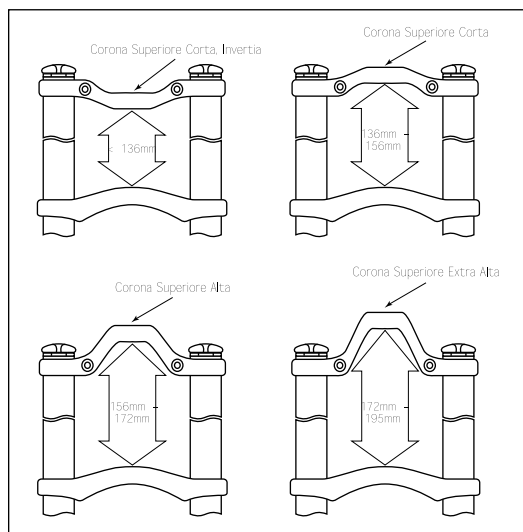

Fig. 2
3. Può essere necessario tagliare il canotto di sterzo per adattarlo alla lunghezza appropriata. Per tagliare il canotto di sterzo, è necessario togliere i tubi superiori. Questa operazione è necessaria, poiché in caso contrario i tubi superiori saranno di ostacolo al momento di tagliare il canotto di sterzo nella lunghezza corretta. La lunghezza del canotto di sterzo è determinata dai seguenti componenti: lunghezza di bloccaggio del canotto di sterzo con la piastra superiore della XL, lunghezza di bloccaggio del canotto sterzo con l'attacco manubrio, lunghezza del tubo di sterzo del telaio e altezza della serie sterzo superiore e inferiore (vedere Fig. 2). Per facilitare l'assemblaggio, non installare la piastra superiore della XL sui tubi superiori finché il canotto di sterzo non sia stato tagliato alla lunghezza corretta e la piastra inferiore non sia stata bloccata nella posizione necessaria. **CONSIGLIO: MISURARE DUE VOLTE E TAGLIARE UNA VOLTA SOLA!**